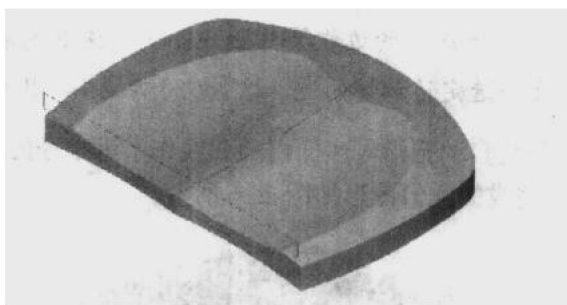

图 2.13 变半径倒角渲染图
- (25) 选择 OK，系统自动完成 fillet。
- (26) 打开渲染，完成的几何图形如图 2.13 所示。
- (27) 保存文件。